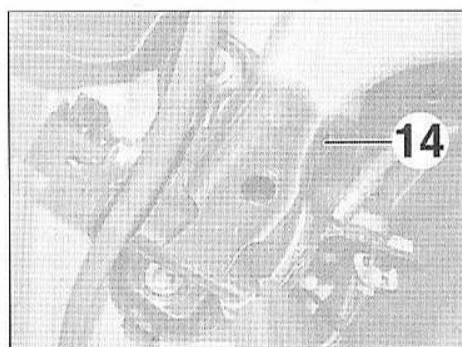

FIG.71
- la vis intérieure (14) du palier (Fig.71).